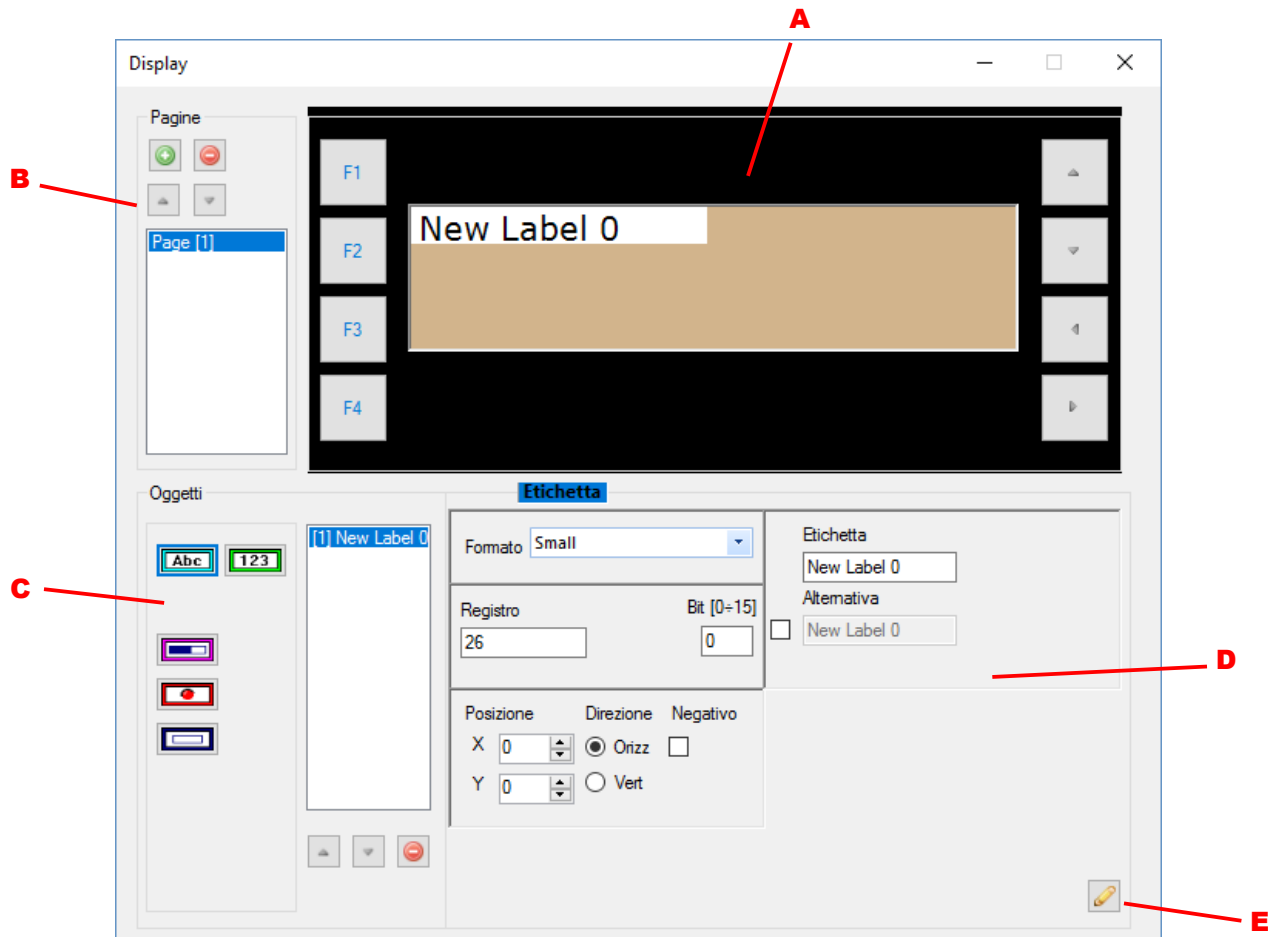

Fig. 6.32
- una anteprima grafica del display (**Fig.6.32-A**) che permette all'utente di visualizzare la posizione e la struttura degli oggetti inseriti
- un set di pulsanti per la gestione della struttura delle pagine (**Fig.6.32-B**)
- un set di pulsanti per la gestione degli oggetti (**Fig.6.32-C**)
- una finestra contenente le proprietà dell'oggetto (**Fig.6.32-D**)
- pulsante di salvataggio delle proprietà dell'oggetto selezionato (**Fig.6.32-E**)